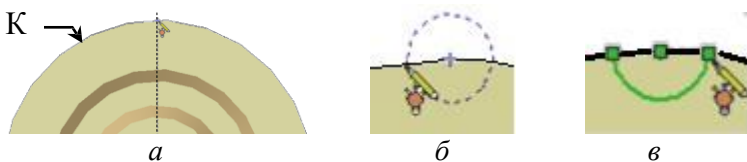

Рис. 3.7. Выбор кромки
3. Для создания замкнутого контура эскиза выбрать кромку К (рис. 3.7, а) и с помощью кнопки  (преобразование объектов) получить изображение окружности в рабочей плоскости.
4. Выбрать кнопку  для вычерчивания дуги из заданного центра и нарисовать дугу в соответствии с рис. 3.7.